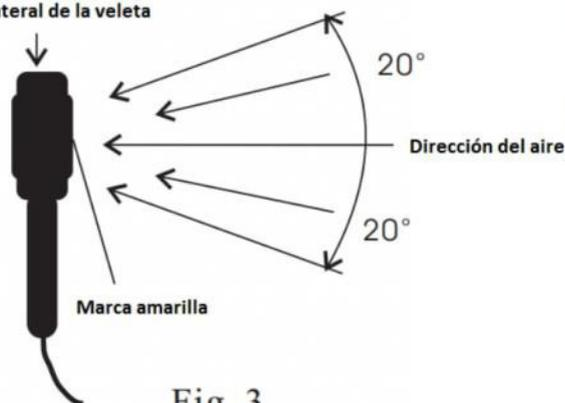

Fig. 3
c) Coloque el sensor en la corriente de aire con el lado de punto amarillo de la paleta hacia el flujo de aire (Vea la fig. 3)